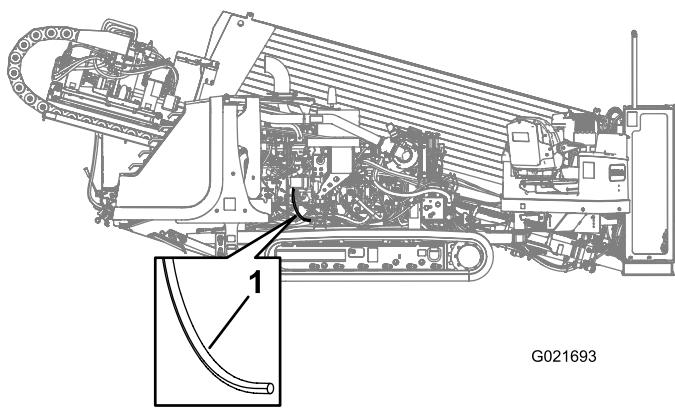

Рисунок 114
3. Осторожно вытяните вентиляционную трубку картера двигателя наружу (Рисунок 114).
4. Очистите конец вентиляционной трубы картера двигателя (Рисунок 114).